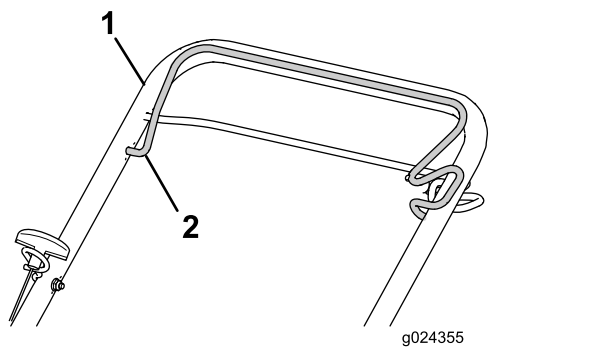

Figura 15
3. Trageți bara de comandă pentru lamă către mânerul superior și menineți-o în poziție (Figura 15).